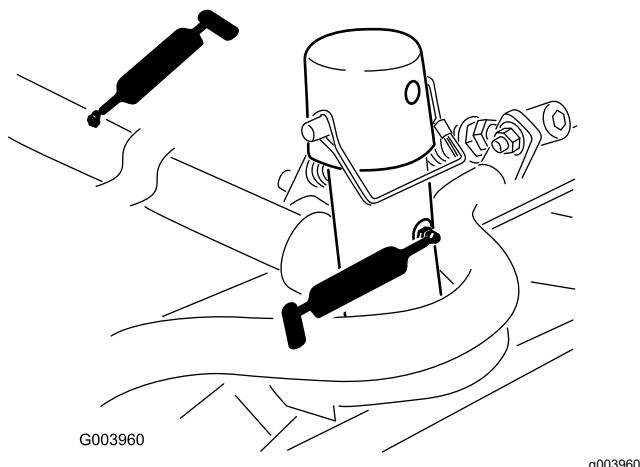

Figura 68
- Pivô e estrutura de suporte da unidade de corte (2 cada) (Figura 68)